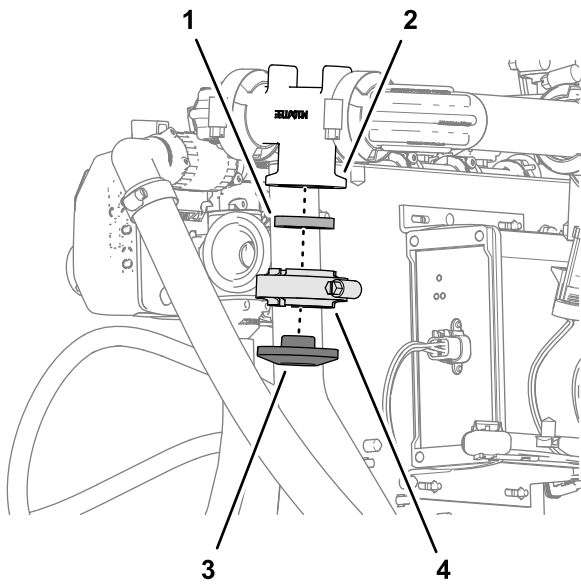

Рисунок 138
- Установите плоскую крышку на фланец коллектора расходомера с помощью фланцевого хомута и прокладки, снятой при выполнении пункта 2, и затяните хомут от руки (Рисунок 138).